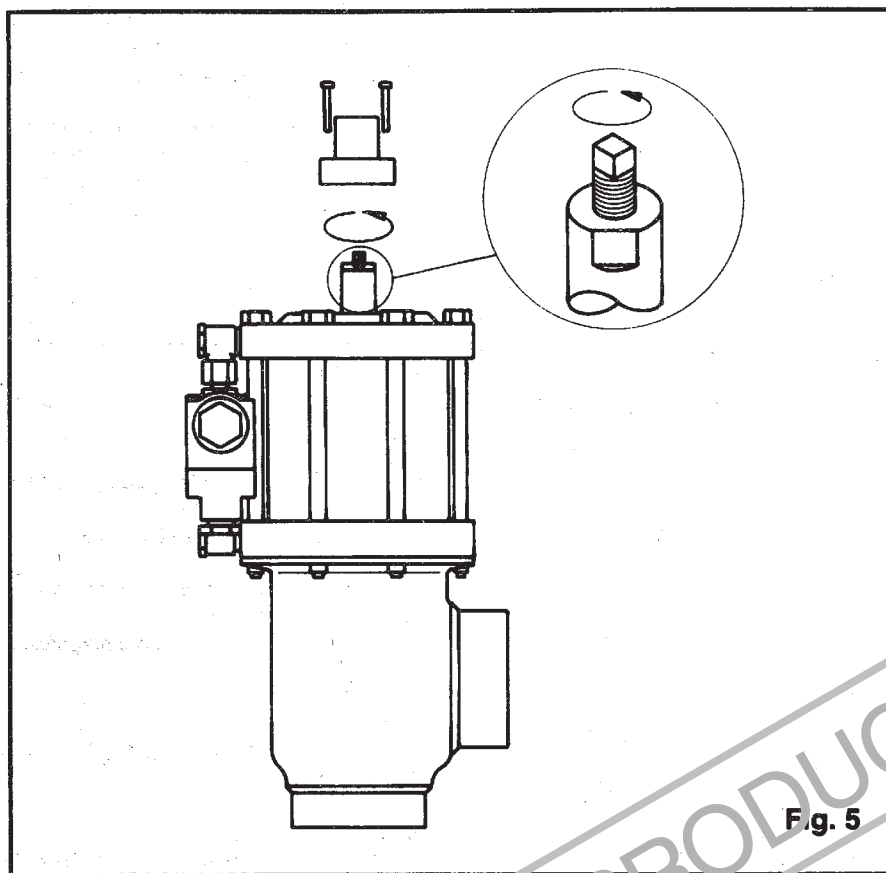

Fig. 5
NOTA: Colocar el pistón (3) como indicado en la fig. 5.
In case of power loss the GPS valve will close (NC). The valves without forced closing device can be opened by hand, if the cap is removed and the spindle is turned anti-clockwise. To close the valve, turn the spindle clockwise. The spindle must be screwed to the lowest possible position during normal operation (Fig. 5).
Ved strømsvigt lukker GPS ventilen (NC). Ventilerne uden tvangslukningsmekanisme kan åbnes ved håndkraft, hvis hættten fjernes, og spindlen drejes mod uret. Ventilen lukkes ved at dreje spindlen med uret. Spindlen skal være skruet i lavest mulige position under normal drift (Fig. 5).
En caso de corte de corriente, se cierra la válvula GPS (NC). Las válvulas sin dispositivo de cierre forzado pueden abrirse con la mano, desmontando la caperuza y haciendo girar el vástago en el sentido contrario a las agujas del reloj. La válvula se cierra girando el vástago en el sentido de las agujas del reloj. El vástago debe estar apretado en la posición más baja posible durante el funcionamiento normal (Fig. 5).